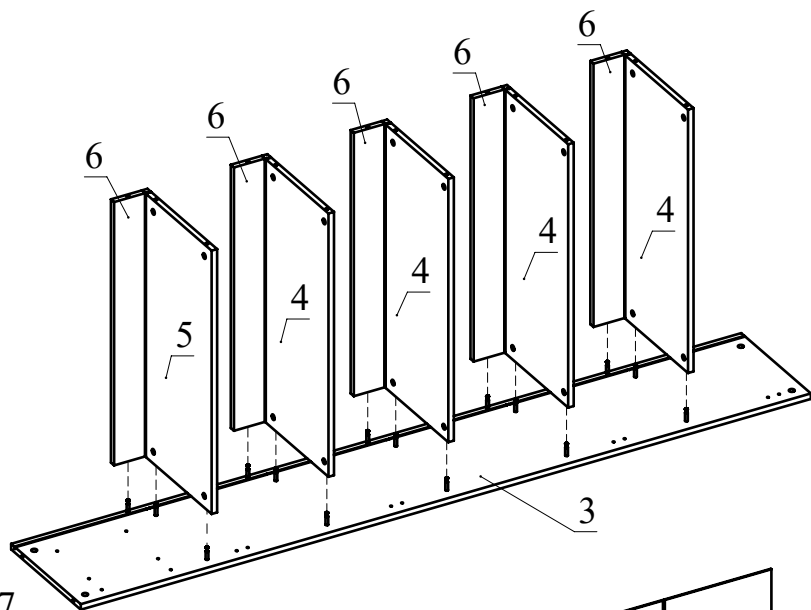

Рис.7
6. Соберите сборку согласно схеме, затягивая головки минификсов конфирматным ключом по часовой стрелке до упора (Рис. 7).